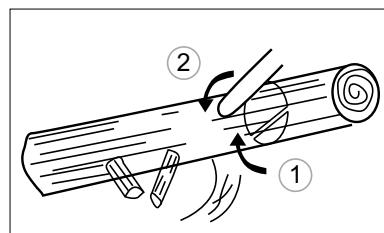

Fig. 21
2. Se il tronco poggia sul supporto a un'estremità, fare prima il taglio in basso a 1/3 del diametro del tronco per evitare di spaccarlo. Poi finire il taglio in alto in modo che coincida con il primo taglio, evitando l'inceppamento (fig. 21).